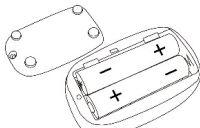

Figura 3 Installazione delle batterie
Passo 1 Fare riferimento alla Figura 3 e inserire 2 batterie AAA nel verso corretto.